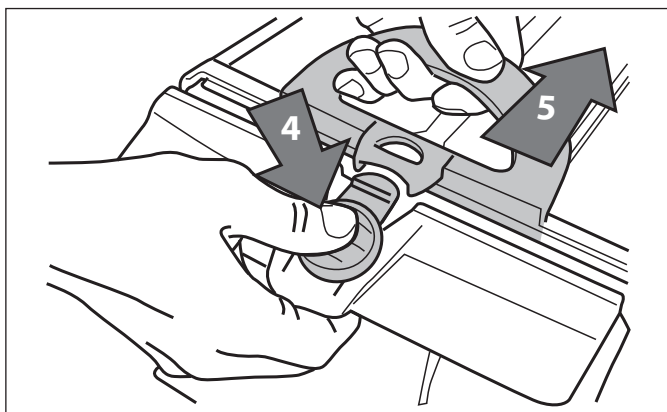

Figure 21. Ouvrir le panier filtrant
5. Appuyez sur le bouton de dégagement rapide du support de panier (4) et ouvrez la figure 21.